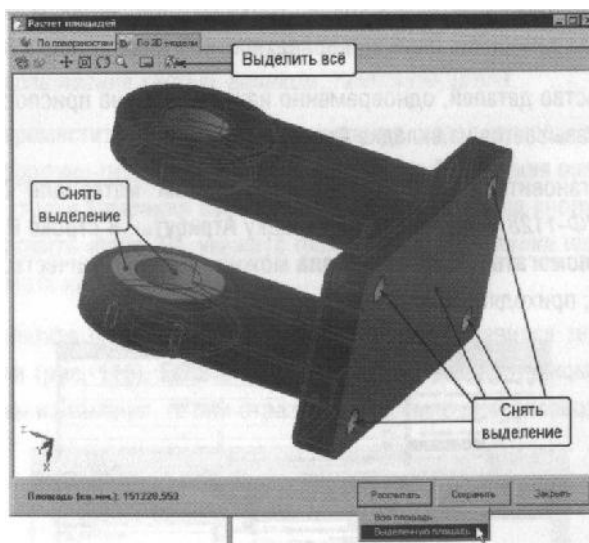

Рисунок 112
8. В открывшемся окне **Расчет площадей** перейдите на вкладку **По 3D-модели**. В этом окне модель можно приближать/отдалять и вращать. Пользуясь этими возможностями, выделите все поверхности *Вилки*, кроме сопрягаемых (рис. 112). Нажмите кнопку **Рассчитать** и выберите **Выделенную площадь**.